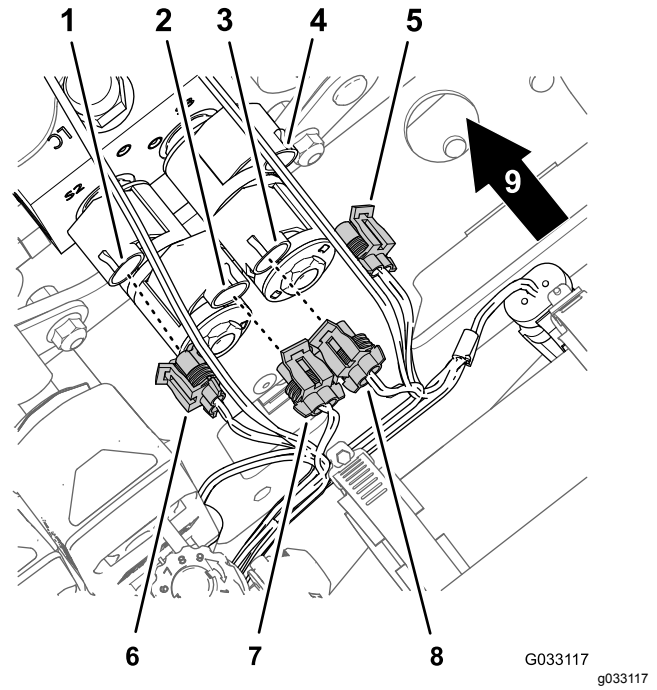

图 17
3. 从提升油缸阀箱电磁头的 2 针接头中断开超声波喷洒臂完成套件 图 17 线束的 2 插槽接头如下所示